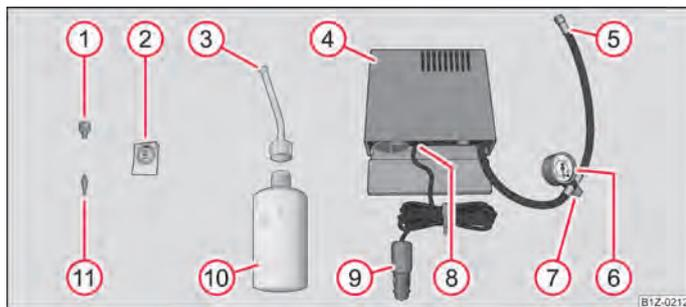

Fig. 170 Componentes do kit de reparação de pneus
- Cole o autocolante ② ⇒ Fig. 170 no painel de bordo, dentro do campo de visão do condutor.
- Desaperte o núcleo da válvula, utilizando a chave de núcleo de válvula ①, e coloque-o sobre uma superfície limpa. ■
- Agite a garrafa de enchimento de pneus ⑩ ⇒ Fig. 170 algumas vezes vigorosamente.
- Aperte a mangueira de enchimento ③ no sentido dos ponteiros do relógio na garrafa de enchimento de pneus ⑩. A película no fecho é automaticamente perfurada.
- Remova o bujão da mangueira de enchimento ③ e insira totalmente a extremidade aberta na válvula do pneu. ■
- Segure a garrafa ⑩ com o fundo voltado para cima e encha o pneu com todo o produto vedante da garrafa de enchimento do pneu.
- Aparafuse novamente o núcleo da válvula com a chave de núcleo de válvula ① na válvula do pneu.
- Aperte a mangueira de enchimento do pneu ⑤ ⇒ Fig. 170 do compressor de ar na válvula do pneu.
- Verifique se o parafuso de purga de ar ⑦ está fechado.
- Insira o conector ⑨ na tomada de 12 volts ⇒ Página 78.
- Ligue o compressor de ar com o interruptor LIGAR e DESLIGAR ⑧.
- Se não for possível atingir a pressão de ar de 2,0 – 2,5 bar, desaperte a mangueira de enchimento de pneus ⑤ da válvula do pneu.
- Aperte novamente a mangueira de enchimento do pneu do compressor de ar ⑤ na válvula do pneu e repita o processo de enchimento.